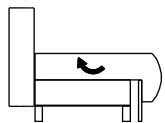

Рис. 1
- ☞ Взять за среднюю часть сиденья, приподнять, и приложив усилие, переместить его вперед на себя до упора (Рис. 1).